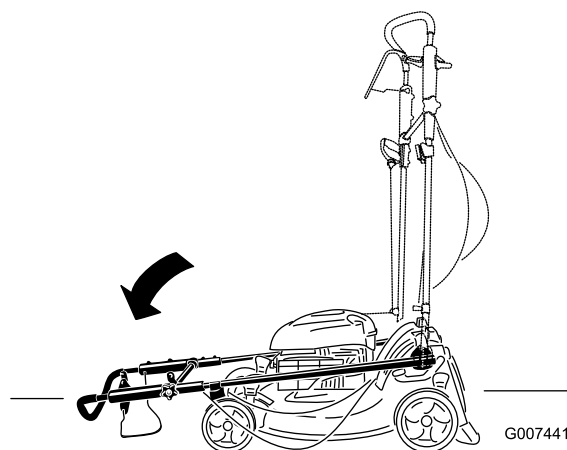

Рисунок 51
2. Подайте рукоятку вперед до отказа и ослабьте головку верхней части рукоятки (Рисунок 51).